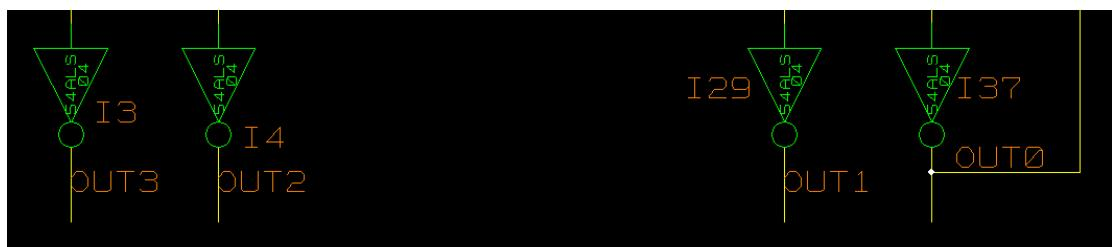

图 3.19
4. 给 4 个 LS04 的输出管脚分别加上信号名 OUT3—OUT0, 如图 3.19, 再次存盘, 则不再出现错误提示。